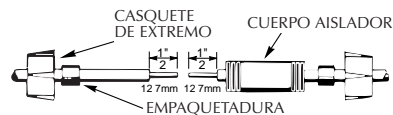

FIGURA 8
- Destornille los casquetes de plástico de los aisladores. Coloque un casquete y una camisa de empaque de neopreno en cada extremo del hilo que se va a empalmar (ver Figura 8).
- Deslice el cuerpo aislador sobre un extremo del hilo (Figura 8).